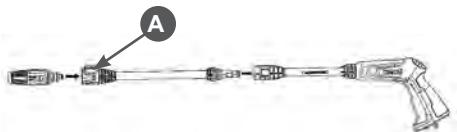

Рис. 3 Установка головки и струйной трубы
4. Установите на струйную трубку головку. Вставьте наконечник головки в отверстие наконечника трубы, при этом кнопка A (Рис. 3) фиксатора наконечника трубы опустится вниз. Поверните головку до совмещения выступа на наконечнике головки и выемки на наконечнике трубы, затем нажмите до щелчка, кнопка фиксатора поднимется в верхнее положение. Присоедините струйную трубку к пистолету (вставьте и поверните).